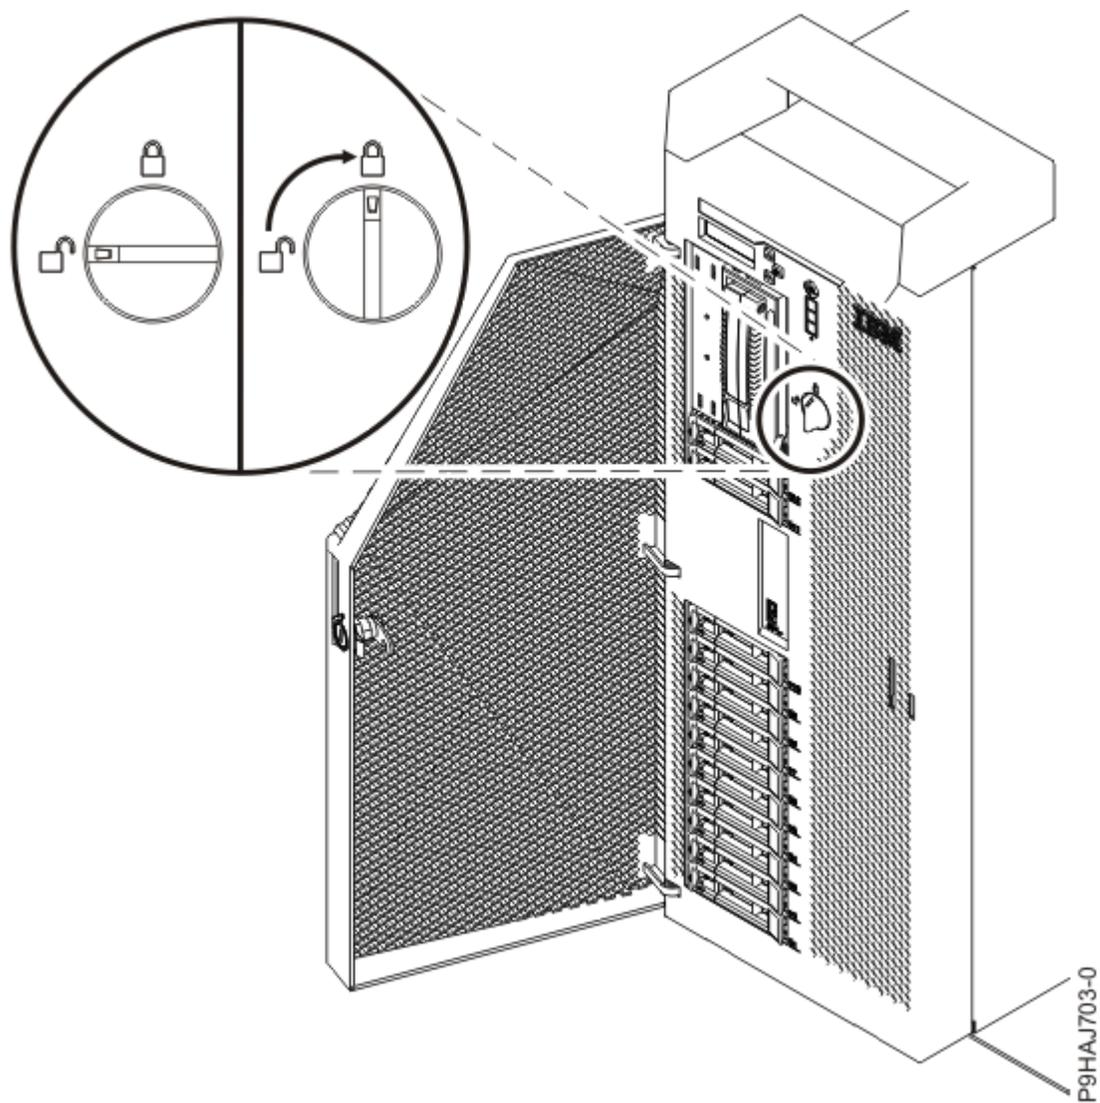

Figura 91. Fechar o trinco da tampa anterior
- d) Rode o fecho da tampa para a direita (no sentido dos ponteiros do relógio) para bloquear a tampa conforme apresentado na Figura 91 na página 96.